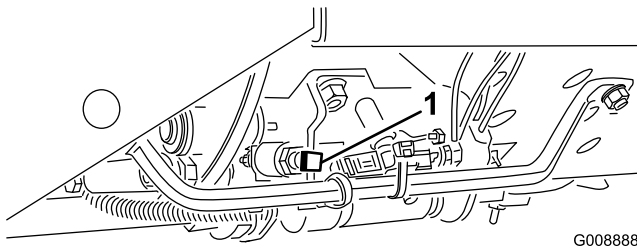

Figure 22
**Important:** La vitesse de tonte est réglée à l'usine à 9,7 km/h. Vous pouvez l'augmenter ou la réduire en réglant la vis de butée de vitesse (Figure 22).